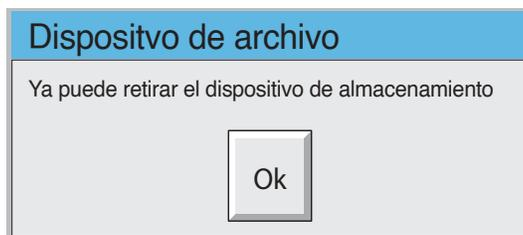

Imagen 2.4.1b Mensaje «Puede retirar los soportes de almacenamiento»
3. El proceso de almacenamiento se suspende y el solenoide interno desbloquea la tapa para permitir su apertura. También aparecerá el mensaje emergente «Puede retirar los dispositivos de almacenamiento» (imagen 2.4.1b).
- b) Si no pulsa el botón «Cancelar» (el mensaje de advertencia permanece en la pantalla), el archivado se suspende automáticamente al finalizar y la tapa se desbloquea de nuevo durante cinco segundos permitiendo la extracción del dispositivo de memoria. El mensaje de la pantalla cambia a «Puede retirar los medios de almacenamiento» (imagen 2.4.1b), aunque, en el caso de los archivados de demanda, se muestra el mensaje «El archivado de demanda ha finalizado».